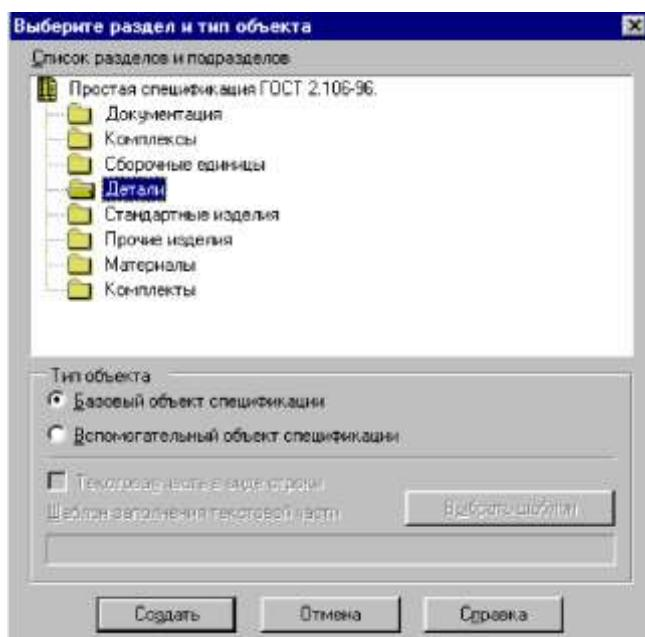

Рисунок 10.9 – Создание раздела Детали
1. Выполните команду **Редактор – Добавить раздел**. В диалоговом окне Выберите раздел и тип объекта сделайте текущим раздел **Детали** и щелкните на кнопке **Создать** (рисунок 10.9).